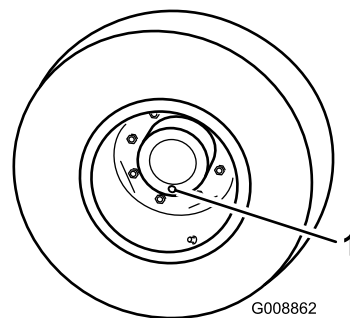

Figura 88
1. Con la macchina parcheggiata su una superficie piana, posizionate la ruota in modo che un tappo di controllo si trovi nella posizione inferiore (ore 6) (Figura 88).